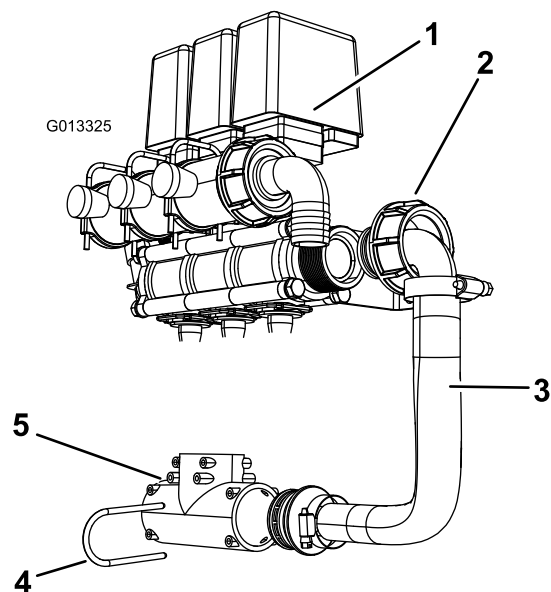

Figura 14
1. Desaperte a porca que prende o tubo de alimentação da rampa ao manípulo da válvula da rampa. Retire a forquilha de retenção que prende a outra extremidade do tubo à ligação em T e retire o tubo. Corte o tubo para permitir a remoção da porca. Guarde a porca e a forquilha de retenção. Elimine o tubo e encaixes. (Figura 14).